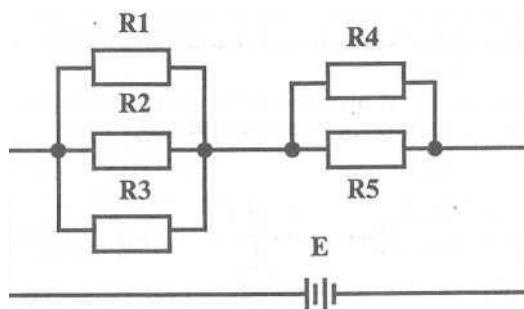

Рис.1
2. Сколько узлов, ветвей и контуров имеет электрическая цепь, изображенная на рис. 1